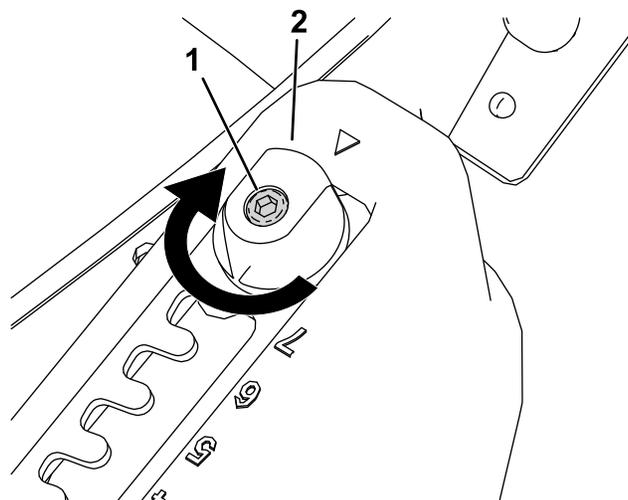
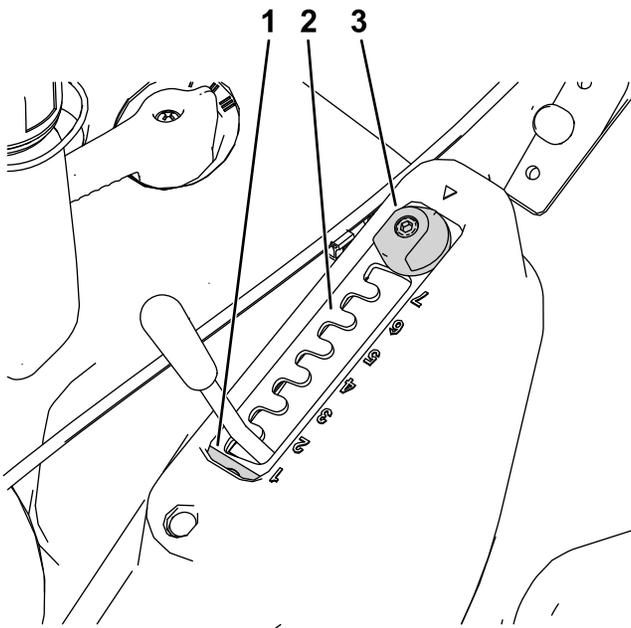

図 12
図 13
1. 六角レンチを使用して、セクタプレート保持ボルトをゆるめる 図 12。
2. マッチカットアジャスタを 180° 回転させる 図 12 と 図 13。